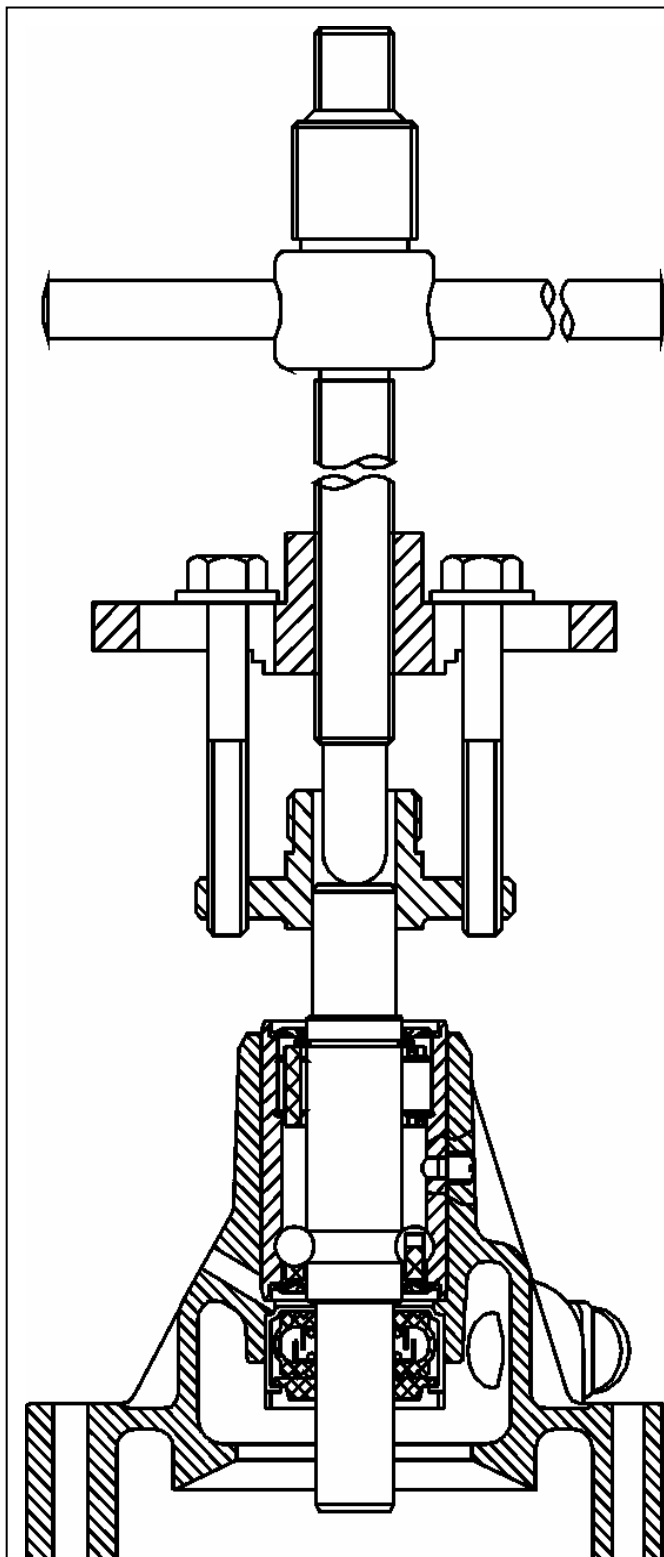

Рис. 4.19. Снятие ступицы насоса системы охлаждения
- съемником снять ступицу (рис. 4.19);